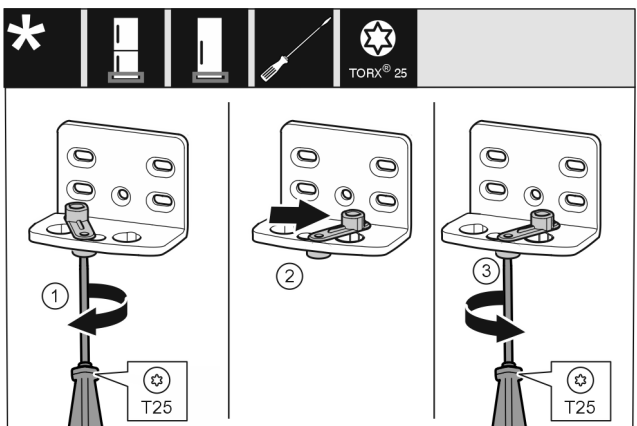

Fig. 14
- ▶ Šroubovákem T25 volně přišroubujte šroub. *Fig. 14 (1)*
- ▶ Zvedněte pomůcku zavírání dveří a v otvoru ji otočte o 90° doprava. *Fig. 14 (2)*
- ▶ Šroubovákem T25 šroub pevně utáhněte. *Fig. 14 (3)*